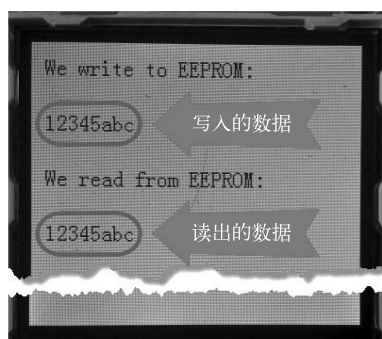

图 8-15 通过 I2C 模块写入的数据和读出的数据比较
④ 然后全速运行，读写程序的运行结果如图 8-15 所示。
从图 8-15 中可以看到，写入的数据和读出的数据一致，验证了上述 I2C 读写程序的正确性。